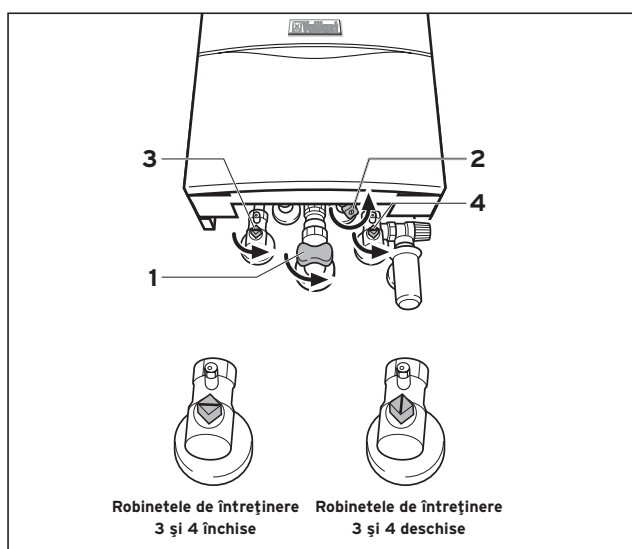

Fig. 3.3 Deschiderea dispozitivelor de blocare (VM/VMW 356)
3.2.1 Deschiderea dispozitivelor de blocare (fig. 3.3 și 3.4)
- Deschideți robinetul de gaz (1) prin apăsare și rotire în sens contrar acelor de ceasornic până la limita de oprire.
- La varianta de aparat VMW: deschideți robinetul de alimentare cu apă rece (2) prin rotire în sens contrar acelor de ceasornic până la limită.
- Controlați dacă robinetele de inspecție de pe tur (3) și retur (4) sunt deschise. Acest lucru se întâmplă când crestătura de pe cheia pătrată a robinetelor coincide cu direcția conductei. Dacă robinetele sunt închise, acestea pot fi deschise cu ajutorul unei chei fixe printr-un sfert de rotație către dreapta sau stânga.